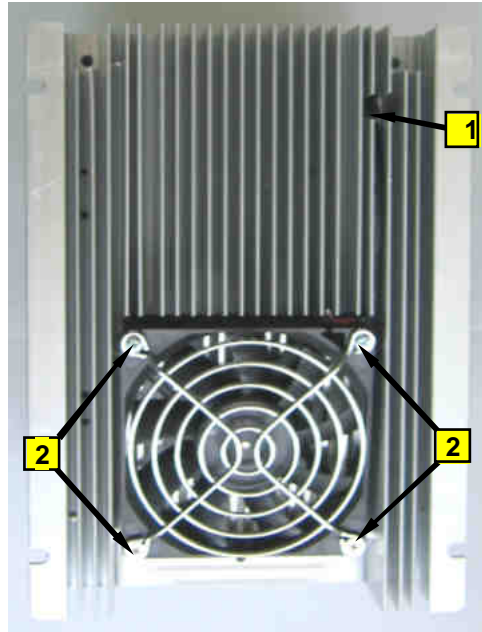

Рис. 7.4
7.5.1. Продеть кабель вентилятора в отверстие 1 радиатора (рис. 7.4).
7.5.2. Закрепить вентилятор с решеткой четырьмя винтами 2 (рис. 7.4).